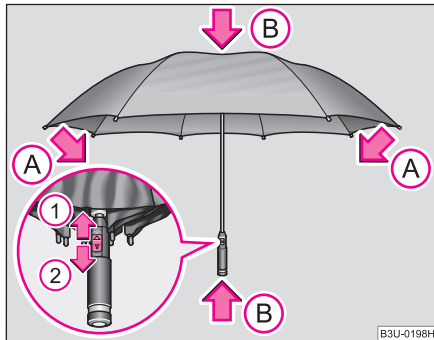

Fig. 102 Plierea umbrelei
- Apăsați butonul în sensul indicat de săgeată ① ⇒ pagina 105, fig. 102.